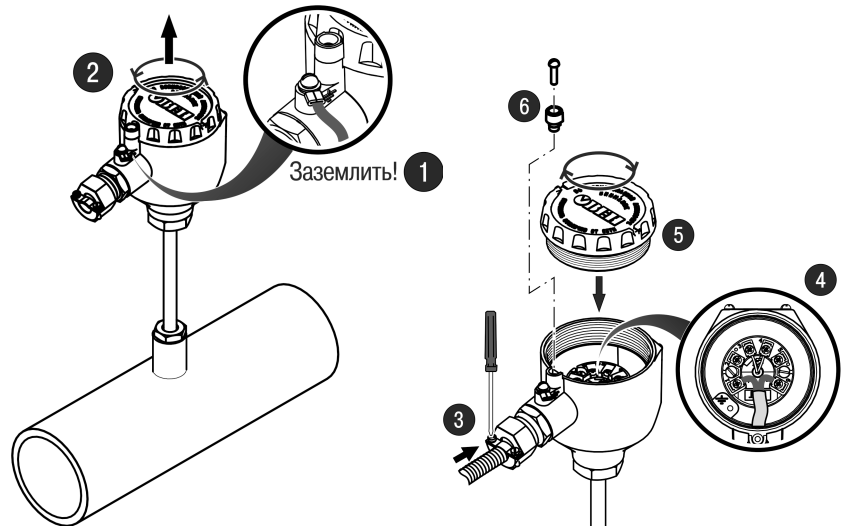

Рисунок 2 – Монтаж внешних электрических цепей (кабельный ввод показан условно)
4. Смонтировать внешние связи (см. рисунок 2):